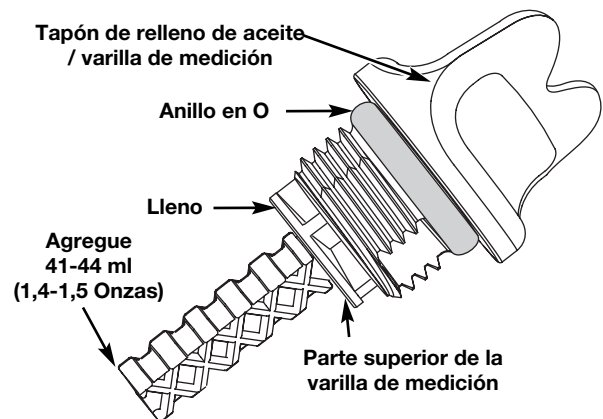

Fig. 19
5. Retire el tapón de relleno de aceite / varilla de medición e inspeccione el nivel del aceite. El aceite debe llegar hasta la parte superior de la varilla de medición (Fig. 19).